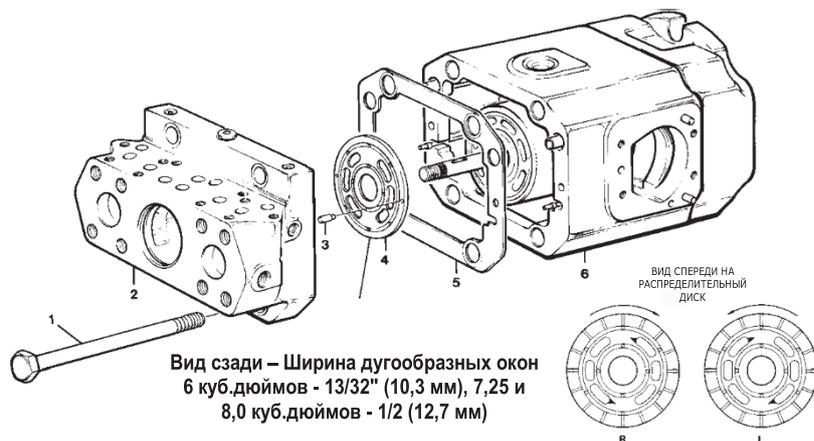

Рис. 8
См. рис. 8 на следующей странице. Поставить насос так, чтобы незаглушенное отверстие корпуса (верхний дренажный порт) находилось в положении, соответствующем 12 часам по циферблату.
Установить два специальных штифта (3) на лицевой поверхности распределительного блока. Нанести технический вазелин или густую смазку на пластину (4) и установить распределительный диск на штифты (3), вставленные в распределительный блок. Распределительный диск должен полностью сесть на посадочную поверхность и правильно позиционироваться по направлению вращения. (См. вид распределительного диска на Рис. 8.)